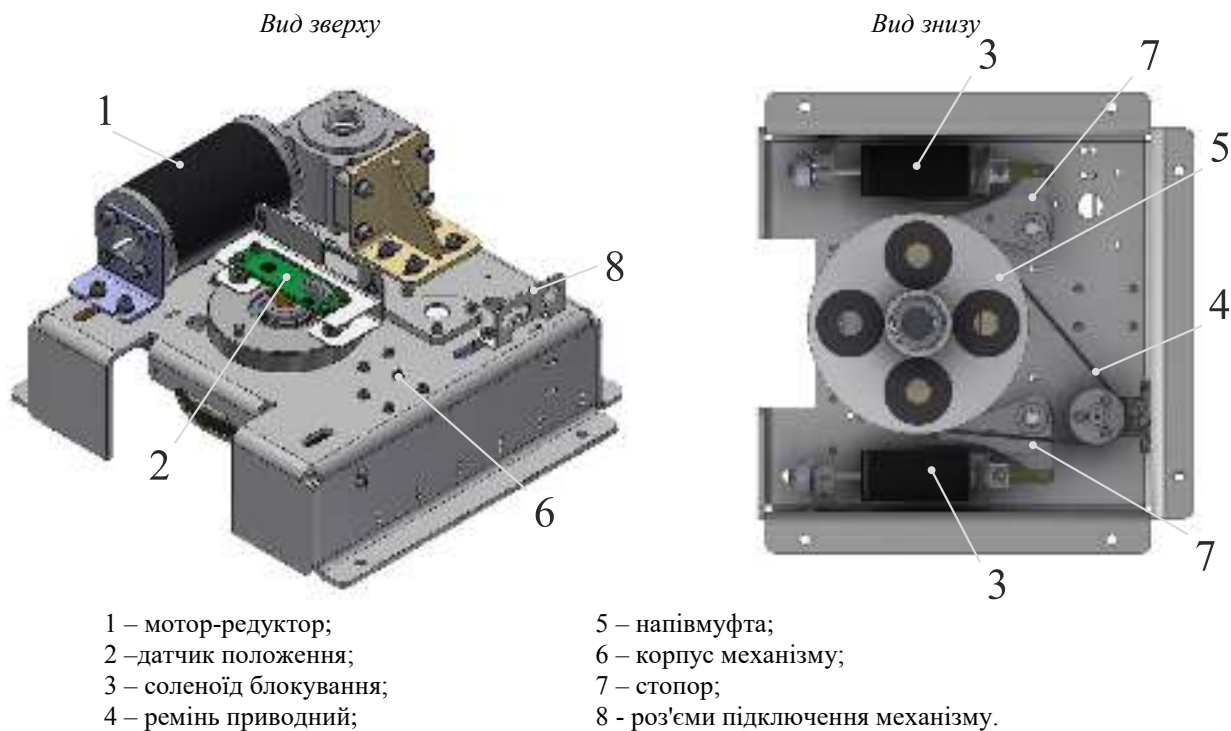

Рис. 4– Робочий механізм турнікету
1.4.2. Конструкція механізму керування (див. рисунок 4)